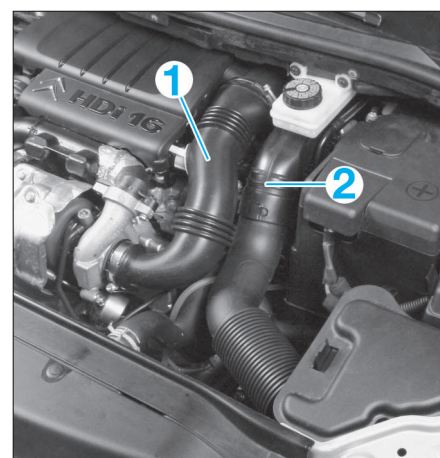

FIG. 20
- Déposer les manchons d'air (1) et (2) (Fig.20).